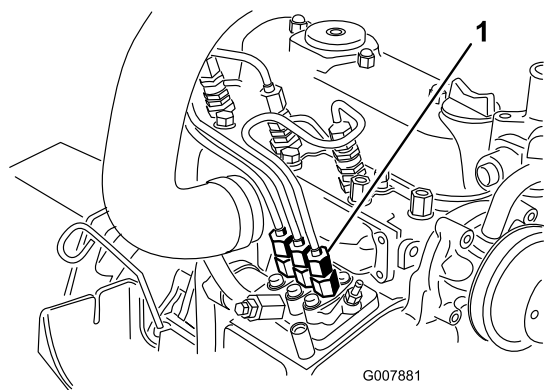

図 50
1. 燃料噴射ポンプから No.1インジェクタ・ノズル（図 50）へのパイプ接続部の下にウェスを当て、パイプの接続をゆるめる。